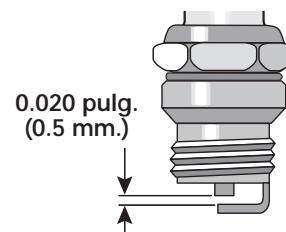

Fig. 41
3. Cambie las bujías que estén rajadas, sucias o deterioradas. Fije la separación de aire a **0.020 pulgadas (0.5 mm)** utilizando un calibrador (Fig. 41).